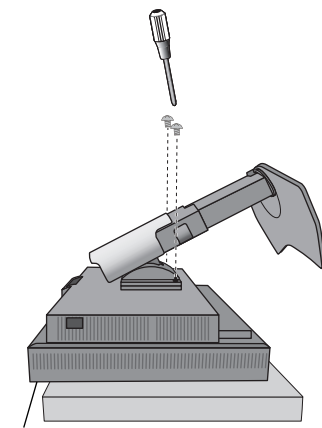

Рисунок S.2
4. Положите монитор экраном вниз на неабразивную поверхность. Ни в коем случае нельзя надавливать или иным образом воздействовать на датчик передней панели. Во избежание подобной ситуации положите монитор на стол экраном вниз так, чтобы датчик передней панели находился за пределами стола (**Рисунок S.2**).
7. Отверните 4 верхних винта, с помощью которых монитор крепится к подставке. Сначала отвинтите два нижних винта (**Рисунок S.2**).